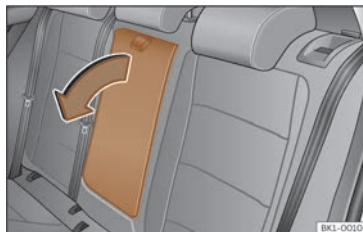

Fig. 97 Repousabrazos central traseiro abatible (representación esquemática).
- Para *baixar* o repousabrazos, tire do lazo no sentido da frecha >>> **fig. 97**.